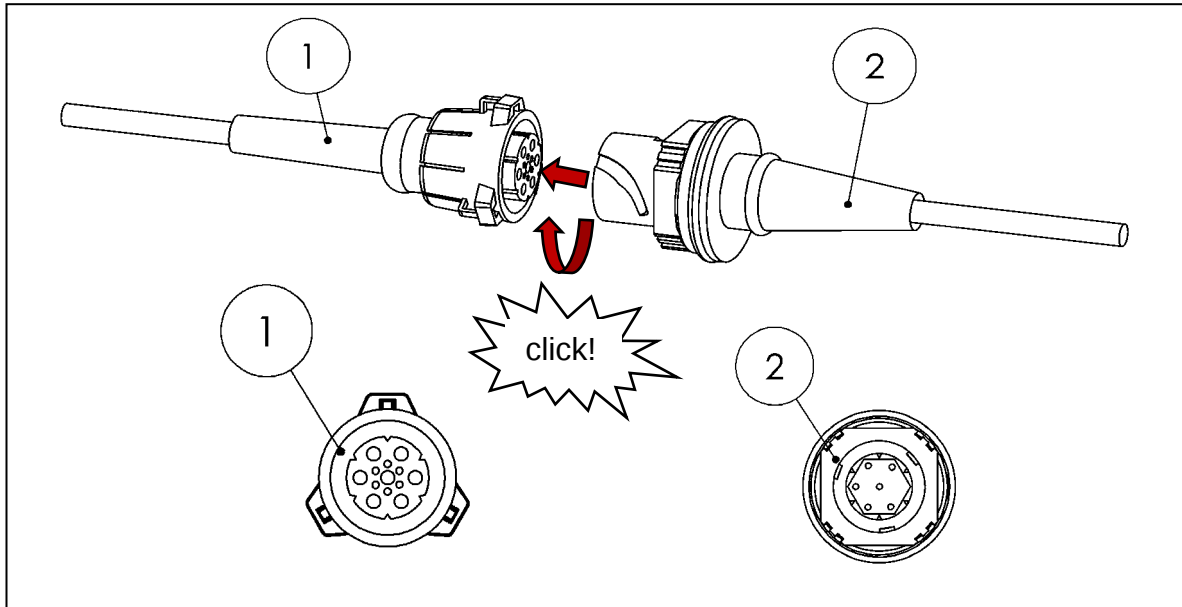

Abbildung 23
- Einschaltkabel aus dem **Beipack Positions-Nr. 11** in die Richtung der Fahrerkabine legen (siehe Abbildung 23).